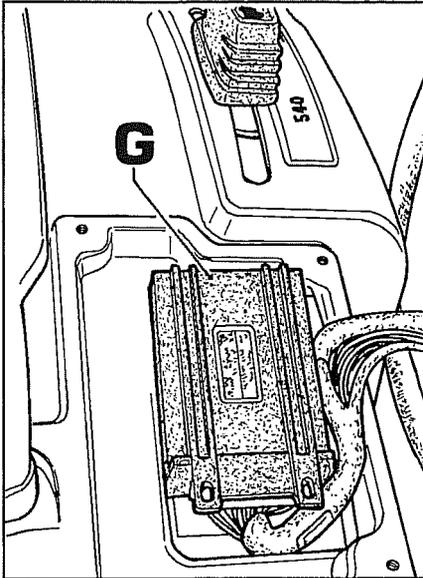

Abb. 45
1. Zum Durchführen dieser Prüfung ist Zugriff zur Steuerung Abb. 45 zu erhalten, die sich unter dem Gehäuse mit den Rheostaten befindet, das daher vom Kotflügel abzutrennen ist, wo es mit einem Doppelklebeband befestigt ist.